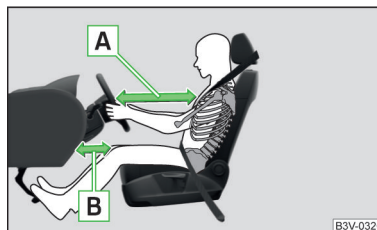

Fig. 9 Distanța sigură față de volan și de planșa de bord
- Atât pentru șofer cât și pentru pasagerul față este important să păstreze o distanță de aproximativ 25 cm față de volan, respectiv de planșa de bord » fig. 9 - **A**. Dacă nu se respectă această distanță, sistemul airbag nu își poate exercita eficiența maximă – pericol de moarte! Pe lângă acestea, scaunele din față și tetierele trebuie să fie întotdeauna reglate în funcție de mărimea corpului.
- Reglați longitudinal scaunul șoferului în așa fel, încât distanța de la picioare la planșa de bord să fie de minim 10 cm în zona airbagului pentru genunchi » fig. 9 - **B**. Dacă, din rațiuni de mărime corporală, nu este posibil să se îndeplinească această condiție, adresați-vă unei unități service specializate.